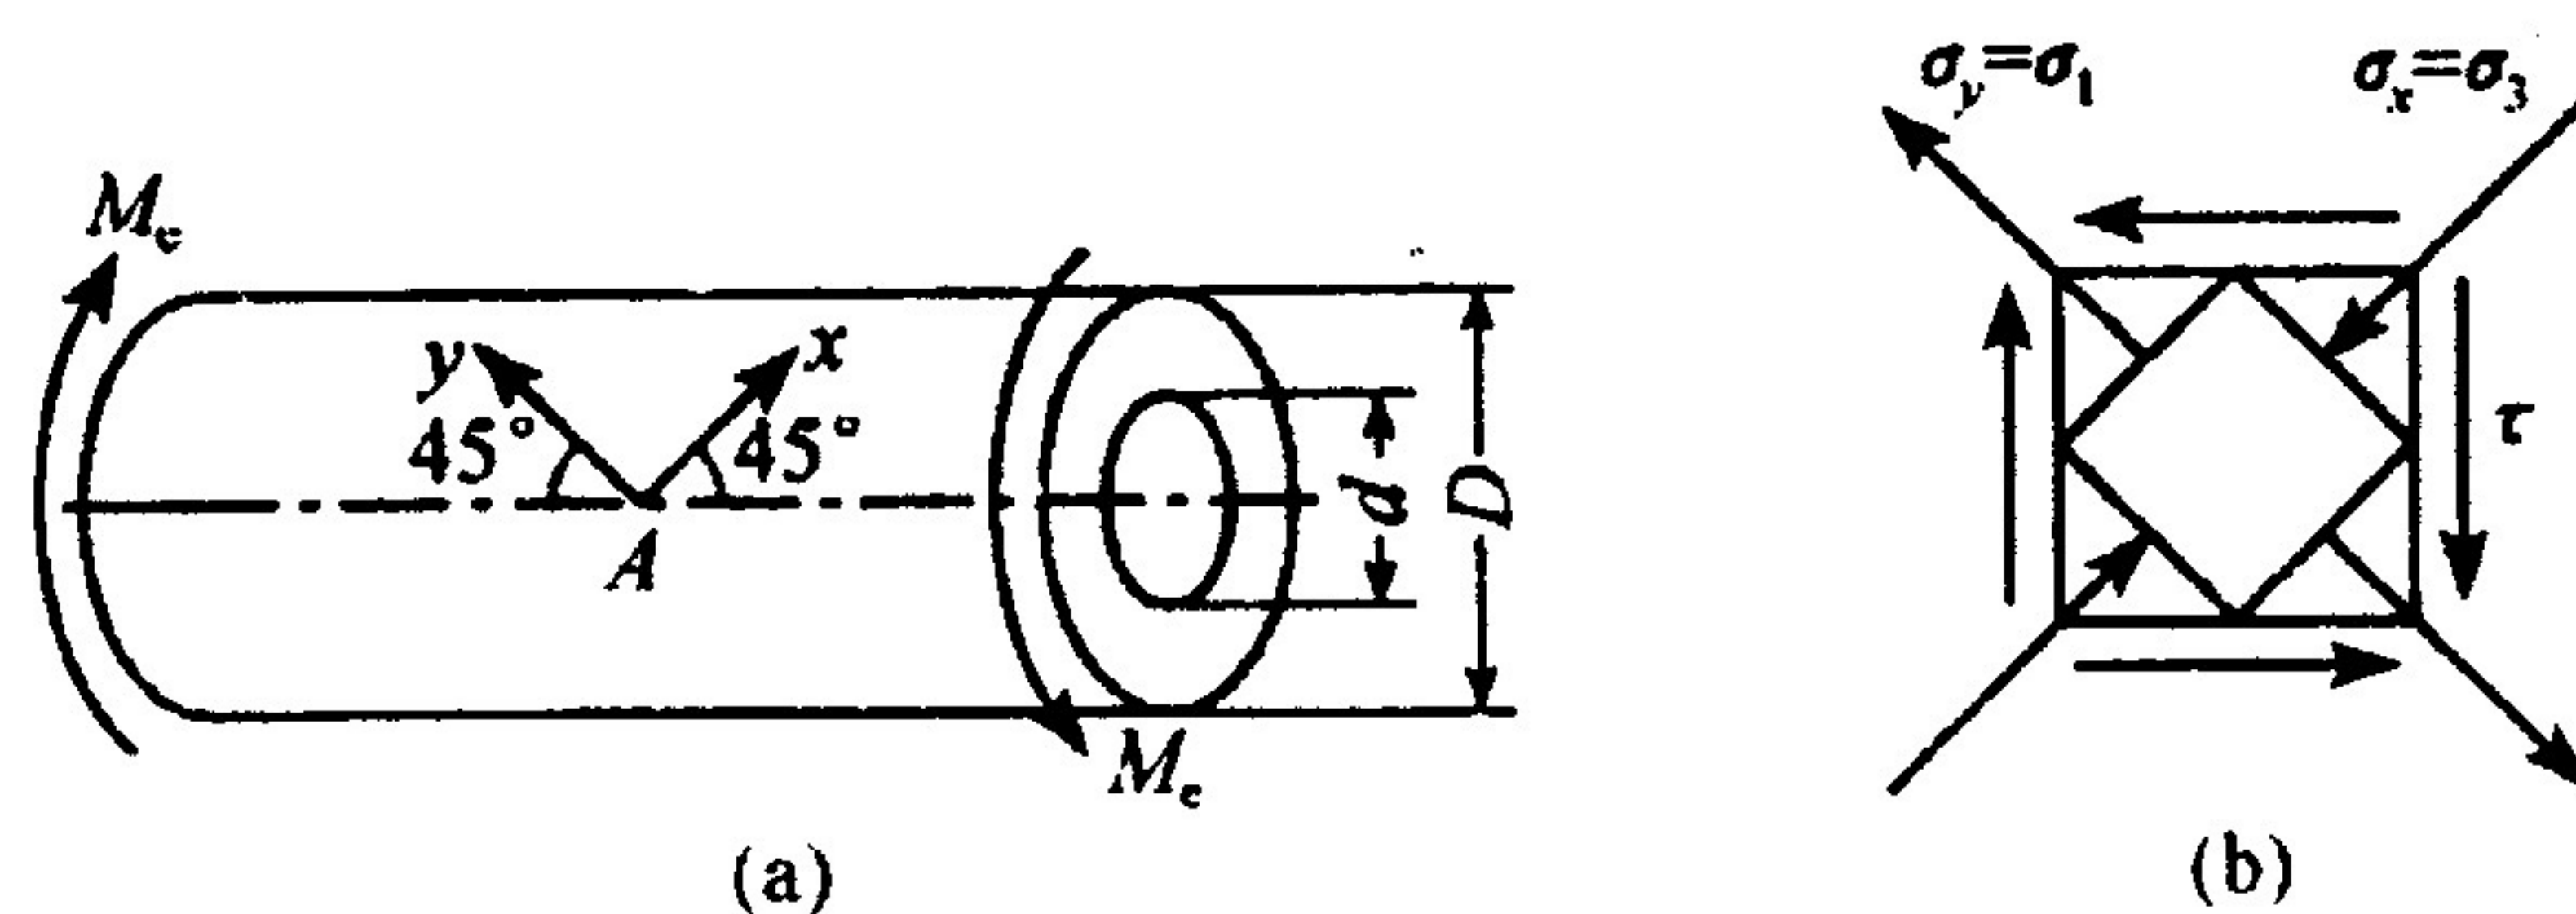

图 4.2
4.2 图 4.2(a) 所示外径  $D=80 \text{mm}$ , 内径  $d=0.5D$  的圆筒在  $M_e=15 \text{kN} \cdot \text{m}$  的力偶矩作用下产生扭转。已知材料的弹性模量  $E=200 \text{MPa}$ , 泊松比  $\mu=0.3$ 。(20 分)
(1) A 点处截取单元体如图 4.2(b)所示,纯剪切应力状态切应力为